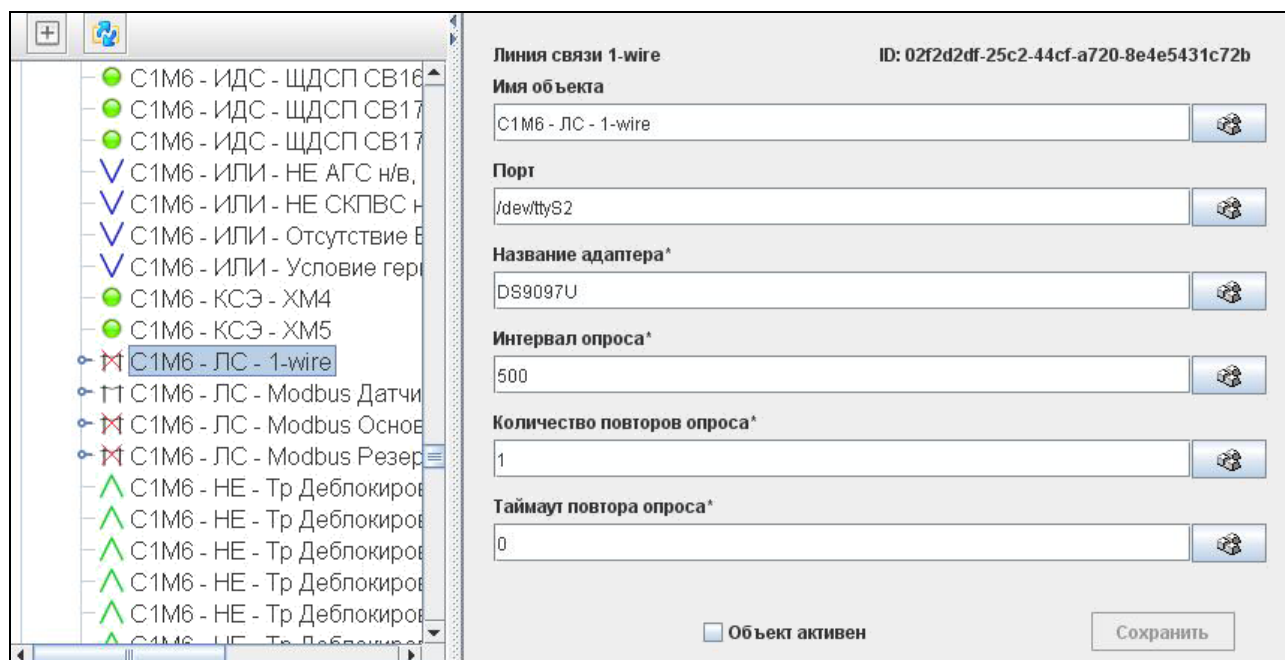

Рисунок 31 — Элемент «Линия связи 1-wire»
3.10.38.1. Служит для отображения состояний линии связи однопроводного интерфейса 1-wire (рис. 31).